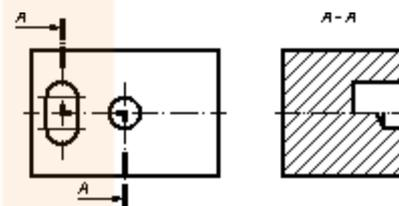

FIGURA 7
6. En piezas afectadas por un corte por planos paralelos, se empleará el mismo rayado, pudiendo desplazarse en la línea de separación, para una mayor comprensión del dibujo (figura 7).